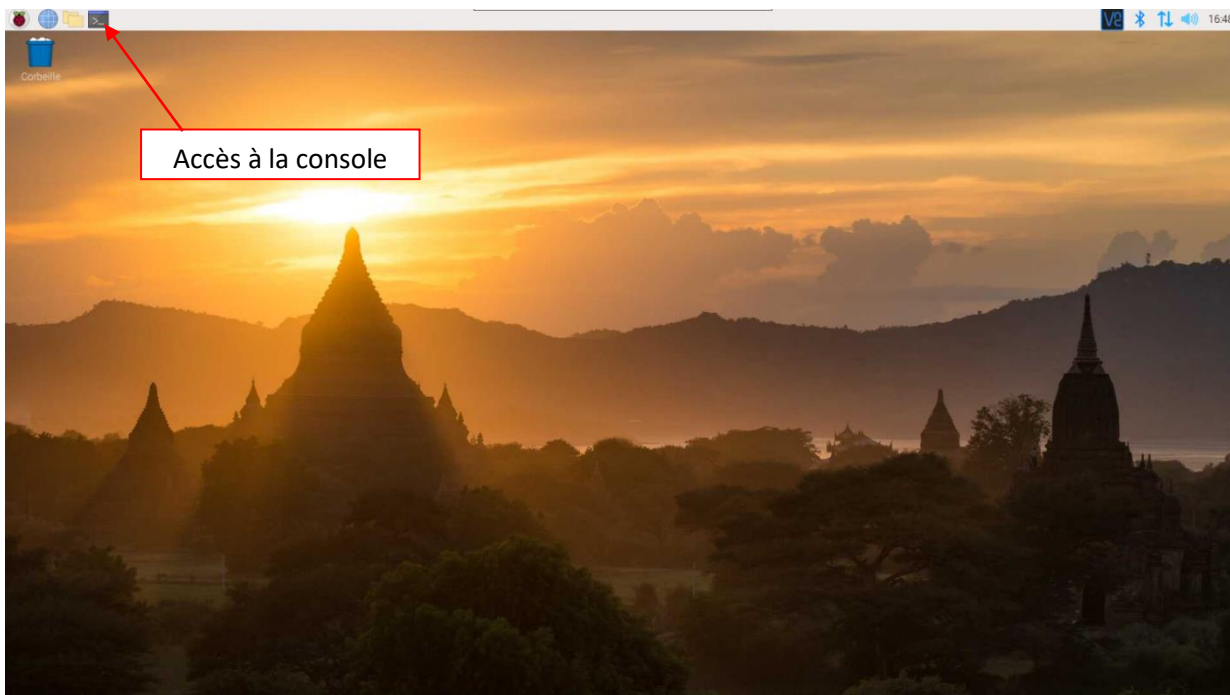

Figure 61: Bureau du Raspberry Pi
- Une fois connecté, le visuel de la Figure 61 est obtenu.
- Accédez à la console comme indiqué à la Figure 61.